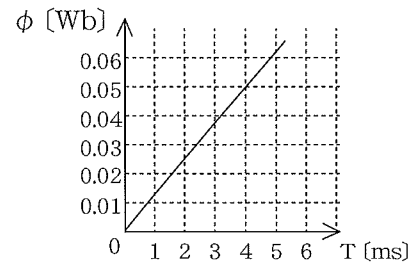

図5
- (3) 10回巻きのコイルに交わる磁束が図5のように時間的に変化するとき、このコイルに発生する起電力は何 [V] か。最も適するものを、次の解答群1～5から選びなさい。